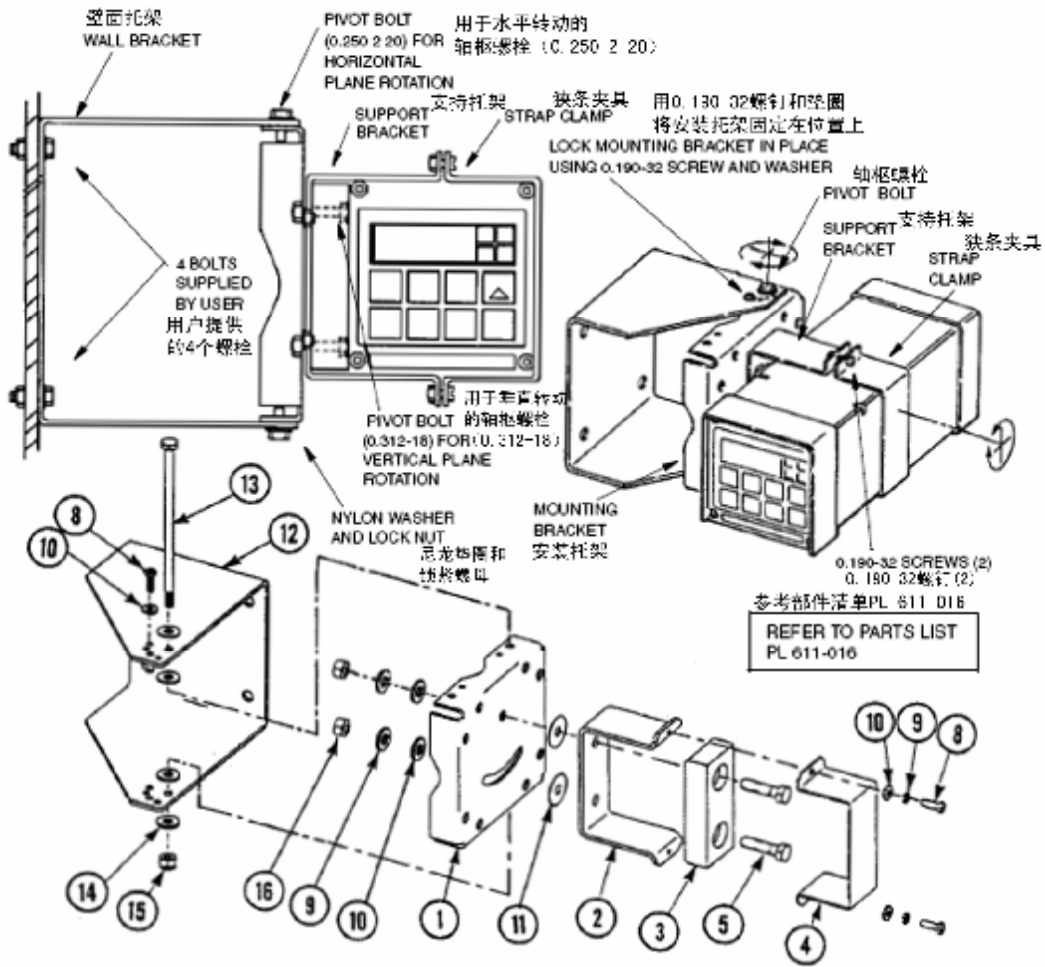

图7. 金属壳体——可移动安装
2. 参考图 7，将壁面托架（12）作为模板，在安装表面上钻 4 个孔，要注意在壁面托架中孔的直径是 9.53mm（0.375 英寸）。